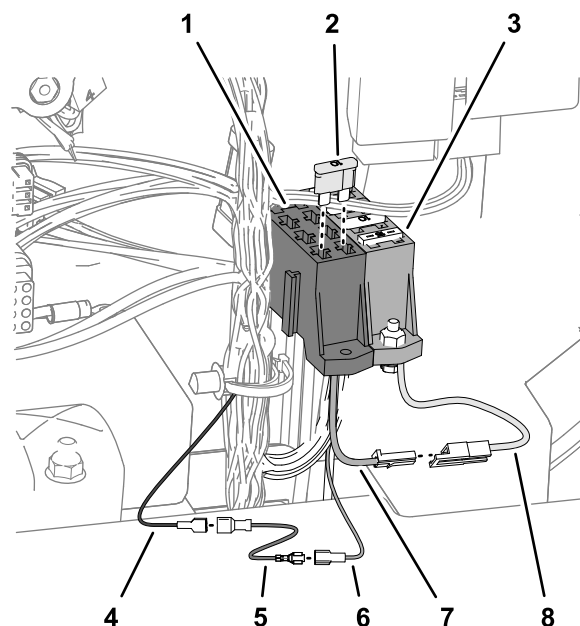

Figure 42
1. Montez le porte-fusibles de faisceau supplémentaire (réf. 92-2641) sur le porte-fusibles de la machine (Figure 42).
2. Connectez le porte-fusibles de faisceau (réf. 92-2641) au porte-fusibles (Figure 42) de la machine comme suit :
3. Connectez le faisceau de démarrage avec la clé (réf. 107-0672) au fil du porte-fusibles de faisceau (réf. 92-2641) (Figure 42) comme suit :
- Connectez le faisceau de démarrage avec la clé (réf. 107-0672) au câble d'alimentation auxiliaire du faisceau du kit Polar Trac (Figure 42) comme suit :
- Insérez le fusible (10 A) dans l'emplacement libre du porte-fusibles (Figure 42).